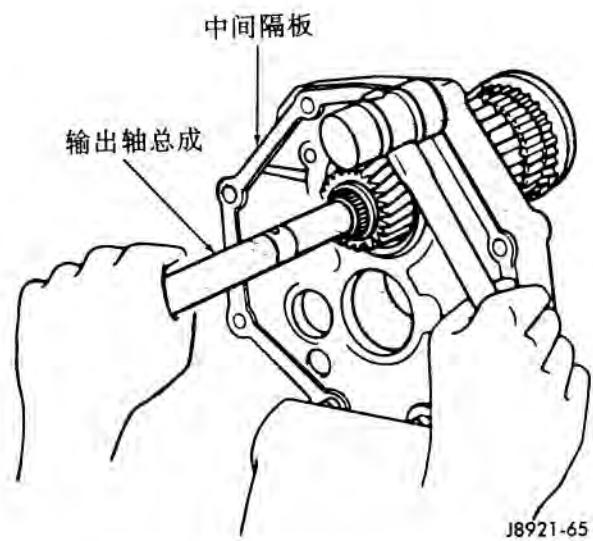

图 65 安装输出轴到中间隔板上
(19) 把输出轴总成安装到中间隔板上 (图 65)。用槌轻敲隔板，把轴拉到位。